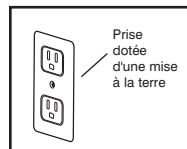
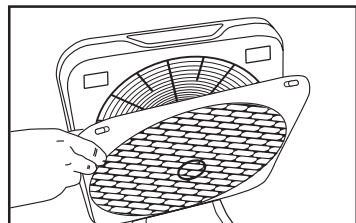

Fig. 4
Fig. 2
Afin de réduire le risque de choc électrique, ce produit comporte une fiche de type mise à la terre disposant d'une troisième broche (terre) (Fig. 1). Cette fiche ne fonctionnera qu'avec une prise dotée d'une mise à la terre. Si la fiche ne rentre pas dans la prise, contacter un professionnel qualifié pour installer une prise adaptée. Ne pas modifier la fiche de quelque manière que ce soit. Si votre domicile n'est pas équipé d'une prise dotée de mise à la terre, vous pouvez utiliser un adaptateur temporaire (Fig. 2). La languette de vissage à la terre dépassant de l'adaptateur temporaire doit être connectée à une prise de terre permanente, comme une protection de prise correctement mise à la terre, et elle doit être tenue en place par une vis métallique (Fig. 3). L'adaptateur temporaire ne peut pas être utilisé tant qu'une prise correctement mise à la terre (Fig. 4) n'a pas été installée par un électricien qualifié.
2. Tirer la grille vers l'extérieur jusqu'à ce que les languettes, au bas de la grille, glissent aisément hors de l'appareil. Voir Fig. 2 et 3